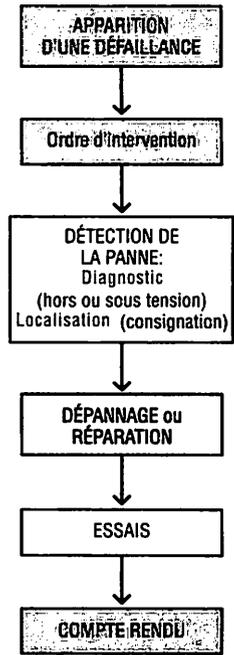

Fig. 4 : Succession des opérations de maintenance corrective (dépannage).
3.2. Opérations de maintenance corrective (fig. 4)